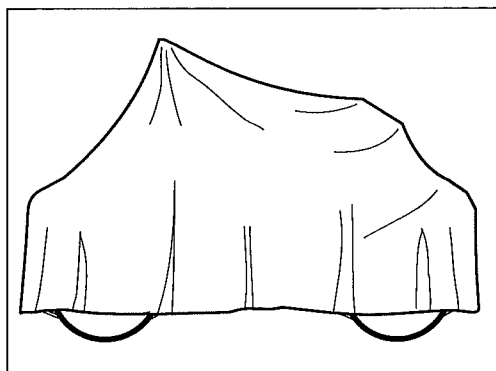

Fig. 40 Rullo coperto per rimessaggio.
- \* Abbassare la protezione sul pannello degli strumenti. Coprire tutto il rullo con un telone. N.B! Il telone deve rimanere sollevato da terra (vedi fig. 40). Se possibile rimessare il rullo al coperto, in un locale con temperatura costante.